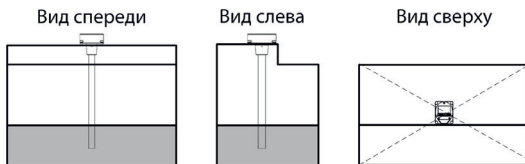

Рисунок 1. Выбор места установки датчика Omnicomm LLS
- Место установки должно быть максимально приближено к геометрическому центру бака и являться самым глубоким местом в баке (Рисунок 1)